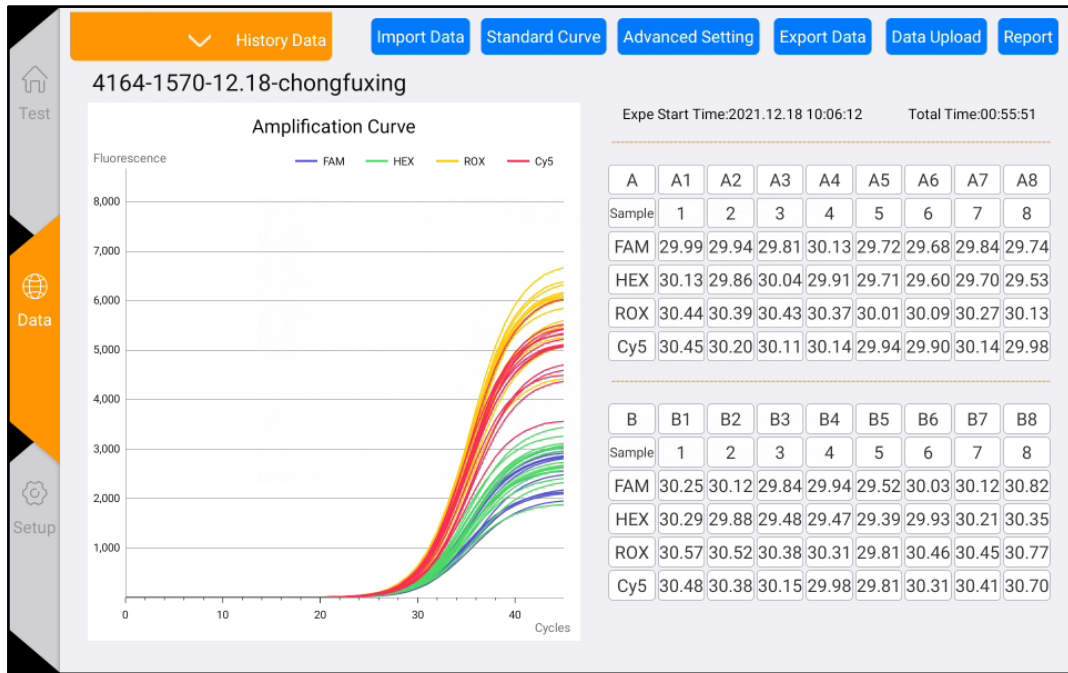

Abbildung 4-5-1 Ergebnisanalyse-Oberfläche
- 1) Klicken Sie auf die Schaltfläche "Data" auf der Hauptseite, um zur "Result Analysis" Seite zu gelangen, wie in Abbildung 4-5-1 dargestellt.